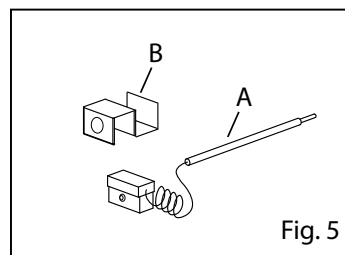

Fig. 5
- Faire glisser le bulbe de la cuve (Fig. 5/A).
- Dévisser le support et ôter le thermostat (Fig. 5/B).